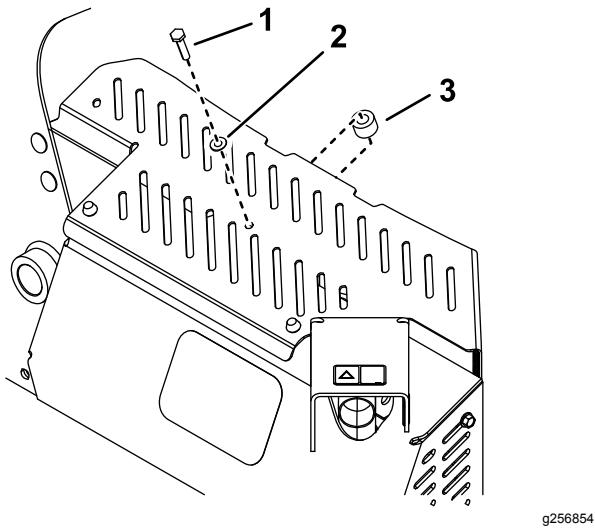

Figure 11
6. Installez l'entretoise entre l'écran pare-chaleur et la protection du silencieux à l'aide du boulon autotaraudeur ($\frac{1}{4}$ x $1\frac{1}{4}$ po) et de la rondelle (Figure 11).